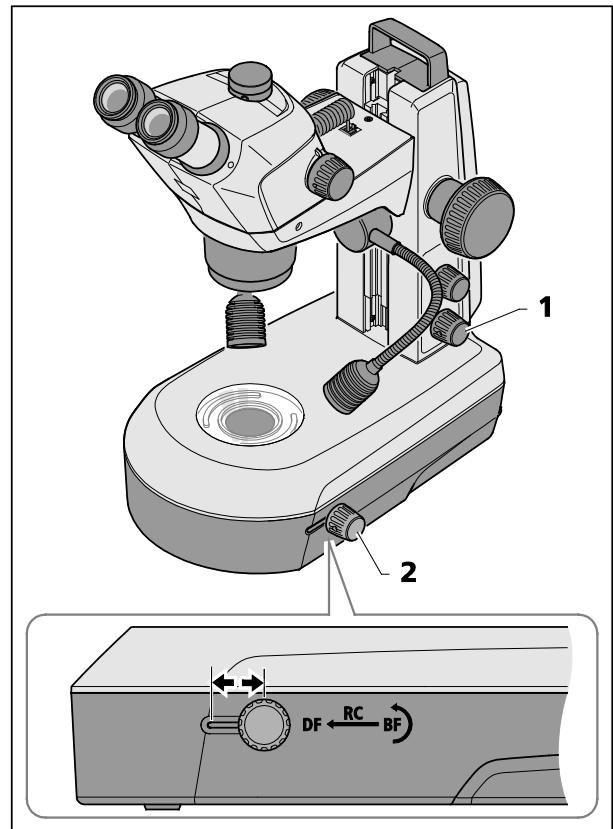

Bild 26 Durchlichteinheit im Stativ K LAB
- Durch Drücken auf den unteren Drehknopf (Bild 26/1) Durchlicht einschalten.
- Durch Schieben des Dreh-/Schiebeknopfes (Bild 26/2) in die hintere Stellung Hellfeld (BF) einstellen.
- Durch Drehen des Dreh-/Schiebeknopfes (Bild 26/2) den Klar- oder diffusen Spiegel einschwenken bzw. den Kippwinkel verstetlen.
- Durch Verschieben des Dreh-/Schiebeknopfes (Bild 26/2) in die vordere Stellung wird auf Dunkelfeld-Beleuchtung (DF) umgeschaltet.
Durch Verschieben des Dreh- / Schiebeknopfes (Bild 26/2) in eine mittlere Position und durch Kippen des Spiegels werden Schräglichteffekte (RC) erzeugt, sehr gut geeignet zum Sichtbarmachen von Strukturen ungefärbter Objekte.